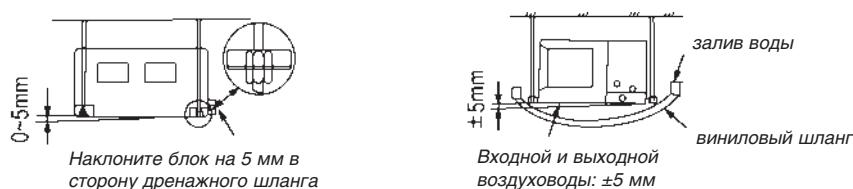

Рис. 6
- Замечание:** Допустимые зазоры указаны на рис. 6.